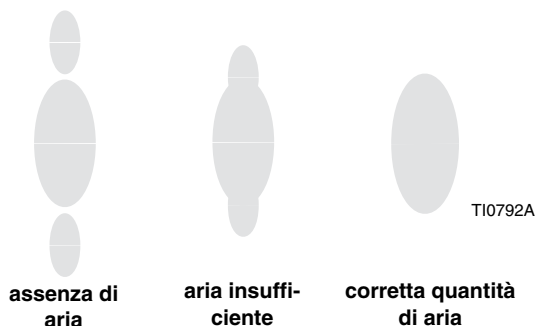

FIG. 15
- Impostare la pressione dell'aria di nebulizzazione su circa 0,35 bar (3,5 kPa, 5 psi) all'attivazione. Verificare il ventaglio di spruzzatura e poi aumentare lentamente la pressione dell'aria in modo che i residui di spruzzatura siano completamente nebulizzati e concentrati nel ventaglio di spruzzatura. Vedere FIG. 15. Pressioni dell'aria comprese tra sette e 10 psi (tra 4,9 e 7,0 kPa, tra 0,49 e 0,7 bar) sono di norma sufficienti per nebulizzare i residui, soprattutto in presenza di materiali a bassa viscosità. L'impostazione troppo elevata della pressione dell'aria provocherà l'accumulo di materiale sul tappo dell'aria, compromettendo l'efficienza di trasferimento. Non oltrepassare una pressione aria alla pistola di 100 psi (0,7 MPa, 7 bar).